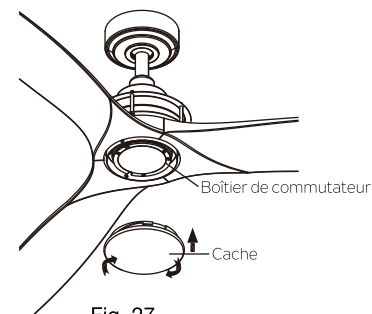

Fig. 27
**Étape 8.** Sécurisez le cache au boîtier de commutateur en tournant dans le sens horaire. Ne pas serrer avec excès (Fig. 27)